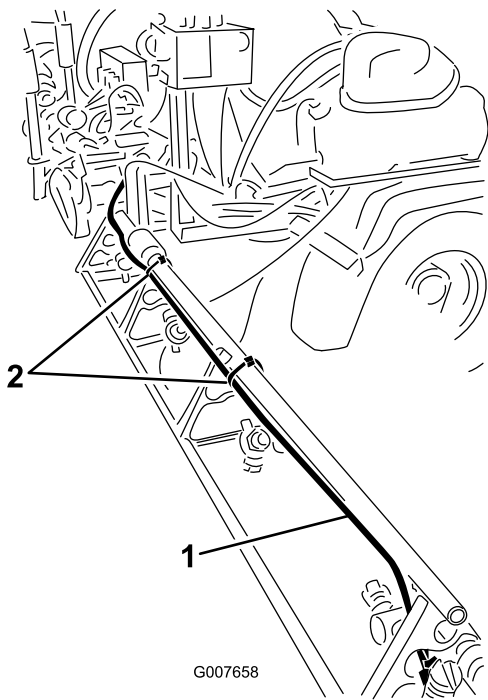

图 25
1. 拆掉将泡沫标记组件的液体和空气管子固定至外部喷洒臂段的扎带图 25。